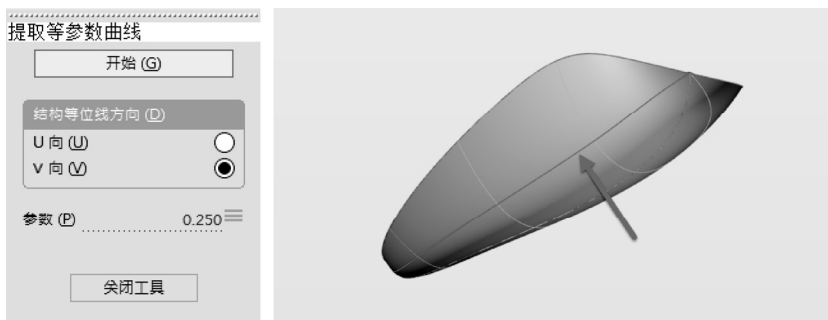

图 3-114 设置参数（左）后提取等参线（右）
2) 单击并选择遥控器下部的曲面。激活“提取等参线”工具，在控制面板中设置“结构等位线方向”为“V 向”，“参数”设定为“0.25”，随后单击“开始”按钮。在模型上提取到一条等参线，如图 3-114 所示。